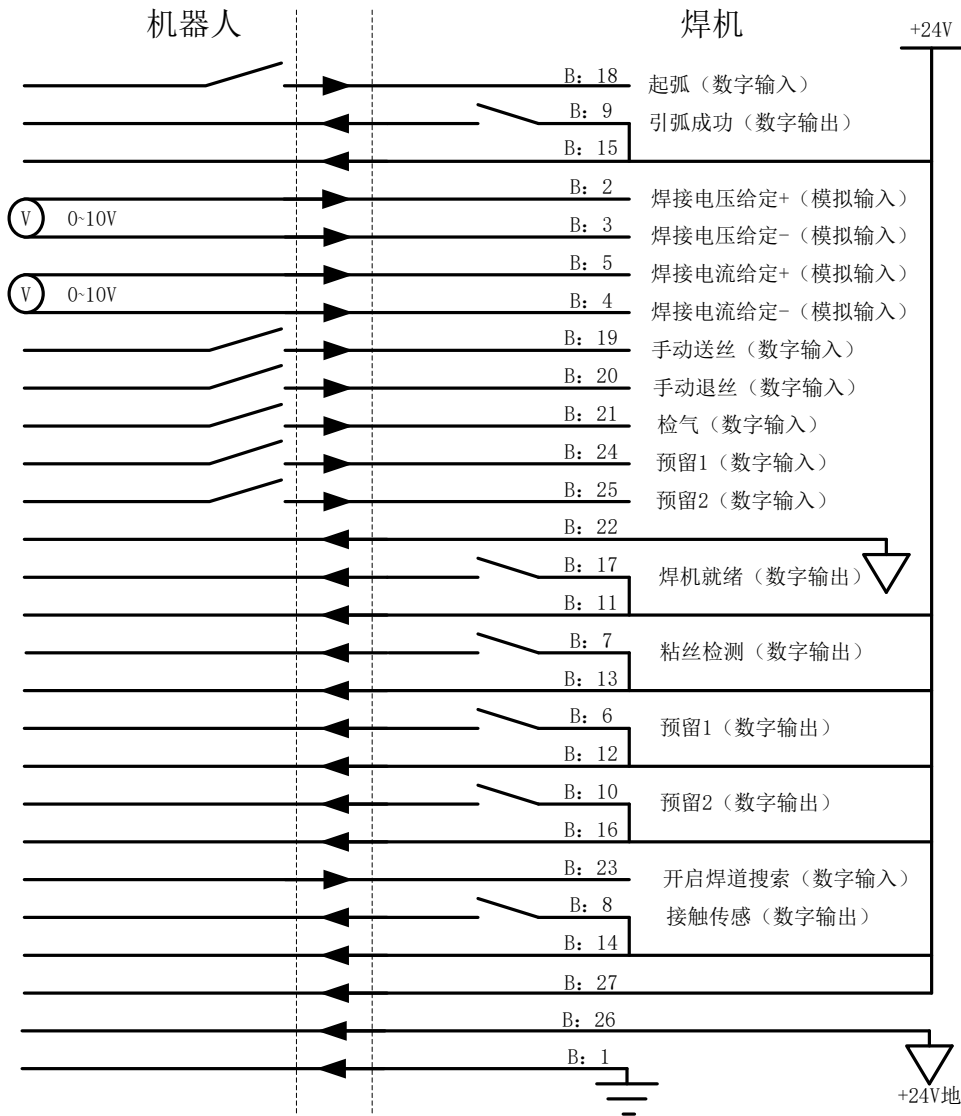

图 7 通讯接口 B 内部信号与机器人通讯连接图
(2) 通讯接口 B (27 芯) 内部信号与机器人通讯连接图如图 7 所示。